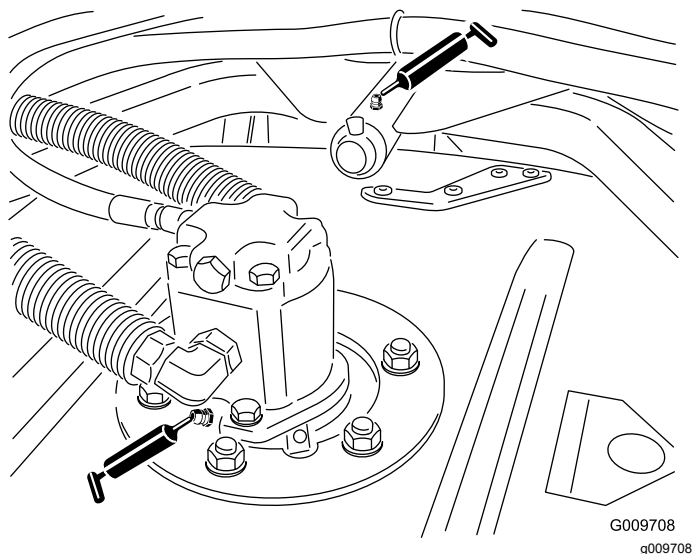

Рисунок 37
- Подшипники шпинделя режущего блока (по 2 шт. на каждой деке газонокосилки), как показано на Рисунок 37.
- Втулки несущего рычага режущего блока (по 1 шт. на каждой деке газонокосилки), как показано на Рисунок 37.